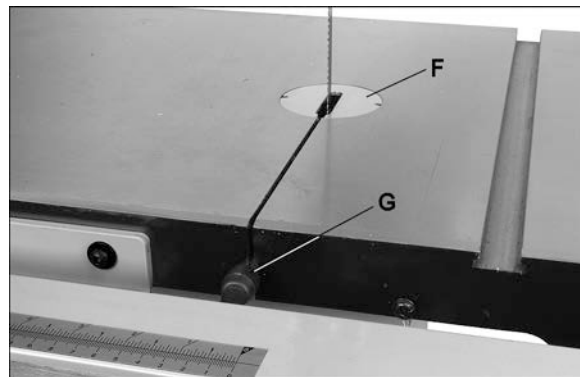

Fig 32
Retirez l'insertion de table (F, Fig 32) et la goupille de la table (G).